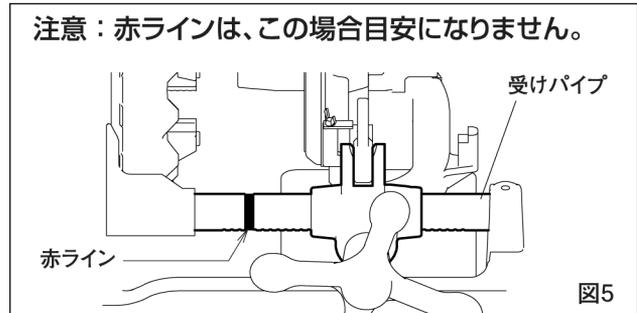

図5
■各パイプマシンでご使用される際の注意（図5・6）
- ①各パイプマシンの受けパイプには、赤ラインがあります。通常のダイヘッドを使用した時に短管パイプにねじ切りを行う際の警告ラインとなっています。本品を使用する際には、受けパイプの赤ラインに関係なく、下記表2に記載している出しろ長さ以上でねじ切りを行ってください。